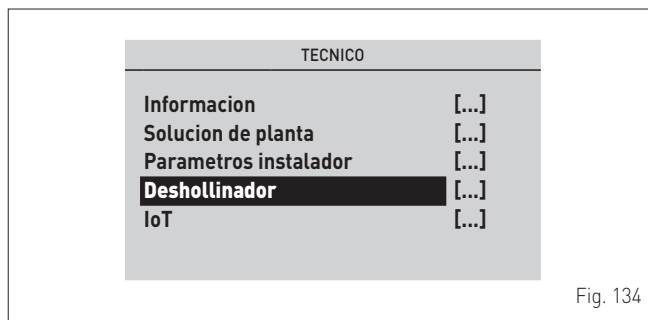

Fig. 134
- gire el encoder (Fig. 134) para seleccionar el submenú "**Deshollinador**" (Chimney sweeper)